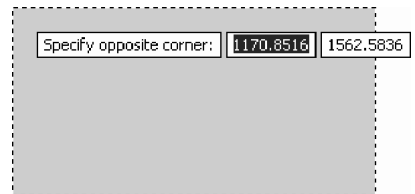

Fig. 3.5 Fereastra de selecție și coordonatele punctului curent
- deplasarea *mouse*-ului pe ecran poate fi urmărită cu ajutorul cursorului; prin clic cu butonul stâng al *mouse*-ului într-o anumită zonă de pe ecran, sunt afișate coordonatele punctului curent și o fereastră de selecție ca în Fig. 3.5; printr-un nou clic, fereastra dispare; fereastra de selecție va fi analizată mai târziu, în secțiunea referitoare la selectarea obiectelor.
1. Se activează comanda **CUI** (*Customize User Interface*). Sau, din lista derulantă **Workspaces** din Fig. 3.5, se alege opțiunea *Customize*.